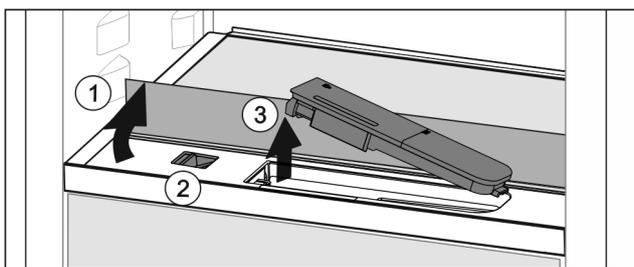

Fig. 127
- ▶ Levante la plancha de cristal y pliéguela hacia atrás hasta que haga tope Fig. 127 (1).
- ▶ Desplace el control deslizante Fig. 127 (2) hacia la izquierda.
- ▶ Retire el depósito de agua Fig. 127 (3).